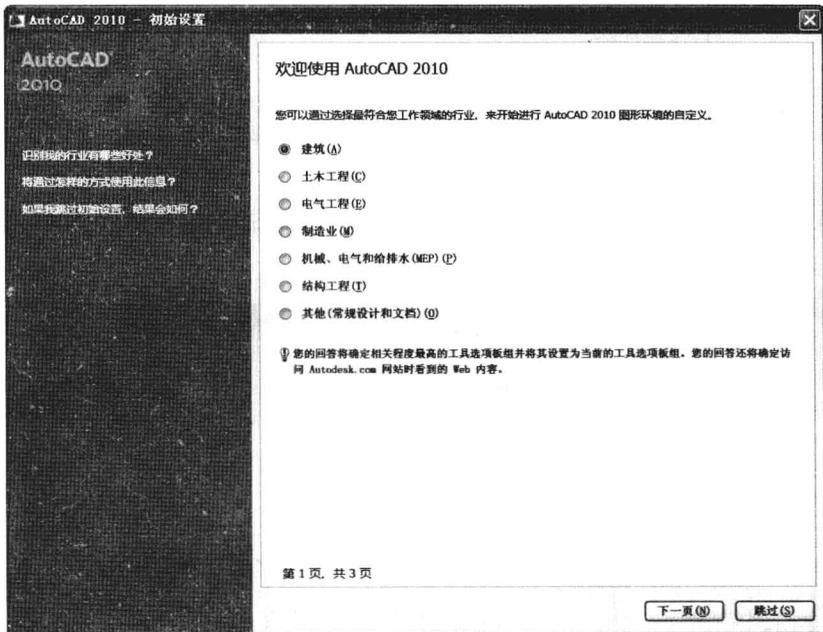
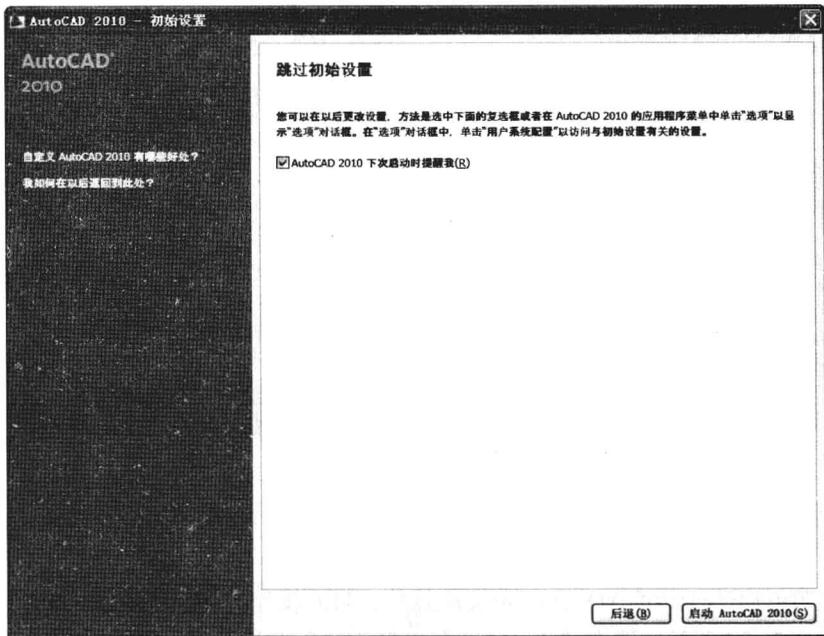

图 1-2-9
图 1-2-10
(3) 弹出“初始设置”对话框，单击“跳过”按钮，如图1-2-9所示，将使用默认的设置，单击“启动 AutoCAD 2010”按钮，如图1-2-10所示。